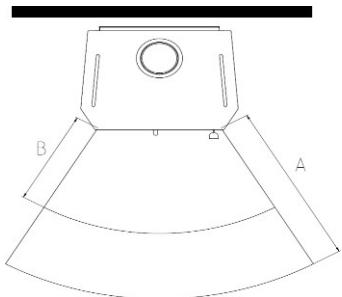

Bild 7
Im Sichtbereich (Strahlungsbereich) des Feuers muss zu brennbaren Bauteilen, Möbel oder auch z.B. zu Dekostoffen ein Abstand von mindestens **80 cm** (A), gemessen ab Vorderkante Feuerraumöffnung eingehalten werden. Der Sicherheitsabstand reduziert sich auf **40 cm** (B), wenn ein belüfteter Strahlungsschutz vor das zu schützende Bauteil montiert wird (Bild 7)